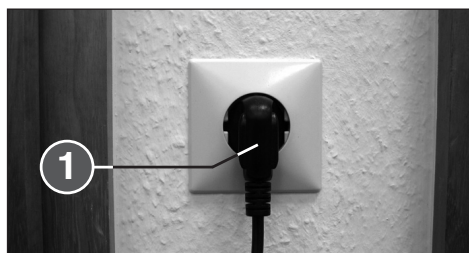

Рис. 2
- Вставить сетевую вилку прибора (1) (рис. 2) в розетку электросети (данные по необходимому входному предохранителю сетевой розетки приведены в "ТЕХНИЧЕСКИХ ДАННЫХ").
- 1 = Сетевой кабель (рис. 2)**